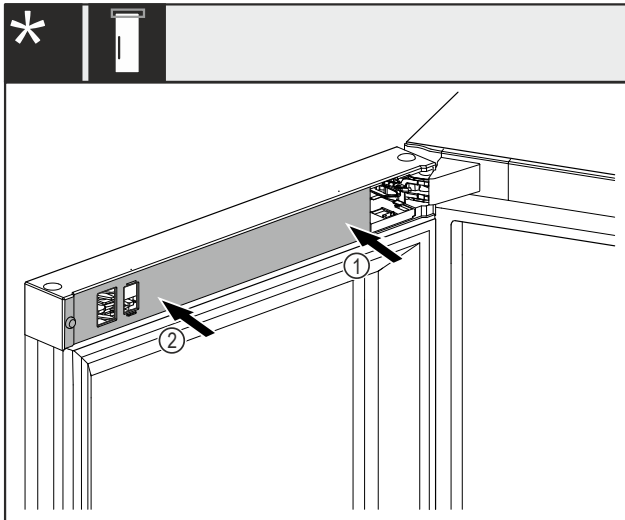

Fig. 48 *
- ▶ Abdeckung Fig. 48 (1) zuerst an der Lagerbockseite aufsetzen und einrasten.*
- ▶ Abdeckung Fig. 48 (2) an der Aussenseite aufsetzen und einrasten.*